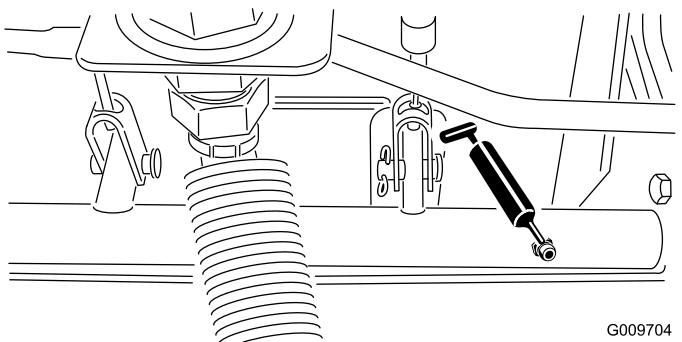

Рисунок 43
- Шарирные опоры вала тормоза (5 шт.), как показано на Рисунок 43